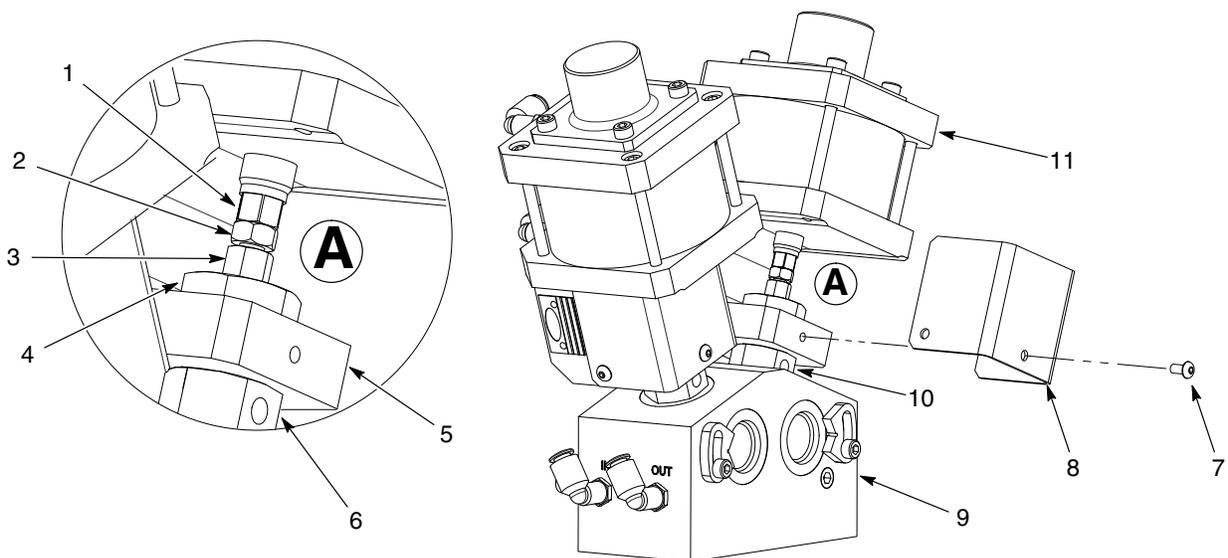

Abb. 3 Haubenbaugruppe ersetzen
1. Siehe Abb. 3. Die Schrauben (7) abnehmen, mit denen der Schutz (8) am Joch (5) befestigt ist.
2. Den Sechskant der Luftwelle (1) mit einem 10 mm-Schlüssel festhalten und die Quetschmutter (2) mit einem zweiten 10 mm-Schlüssel lösen.
3. Mit einem 1-Zoll Maulschlüssel die Haltemutter (4) losschrauben, die das Joch (5) am Sechskant der Haube hält (6).
4. Den Sechskant der Luftwelle (1) mit einem 10 mm-Schlüssel festhalten und mit einem zweiten 10 mm-Schlüssel die Verbindungsmutter (3) greifen. Die Verbindungsmutter losschrauben, um die Luftzylinderbaugruppe (11) abzunehmen.
5. Den Sechskant der Haube (6) mit einem 1 Zoll Maulschlüssel halten und die Haube von Gehäuse (9) abschrauben. Die alte Haube entsorgen.
1. Siehe Abb. 3. O-Ring und Gewinde der neuen Haube mit PTFE-Fett bestreichen und die Haube in das Gehäuse (9) einschrauben. Die Haube mit 54,2 N•m (40 ft-lb) festziehen.
2. Die Luftzylinderbaugruppe (10) mit festgehaltener Haltemutter (4) auf den Haubensechskant (6) absenken.
3. Die Verbindungsmutter (3) festhalten und die Haltemutter (4) fingerfest auf die Haube schrauben.
4. Mit der Verbindungsmutter (3) die Haubensechskant in die Zylinderwelle am Luftwellensechskant (2) einschrauben, bis sie am Anschlag ist. Die Verbindungsmutter nicht zu fest anziehen.
5. Mit einem 10 mm-Schlüssel den Luftwellensechskant (2) festhalten. Die Quetschmutter (3) mit einem zweiten 10 mm-Schlüssel in den Luftwellensechskant einschrauben. Die Quetschmutter mit 9 N•m (80 in.-lb) anziehen.
6. Die Haltemutter (4) mit 40,7 N•m (30 ft-lb) anziehen.
7. Die Schrauben (7) mit Loctite 242 bestreichen. Den Schutz (8) am Joch (5) installieren und die Schrauben gut festziehen.